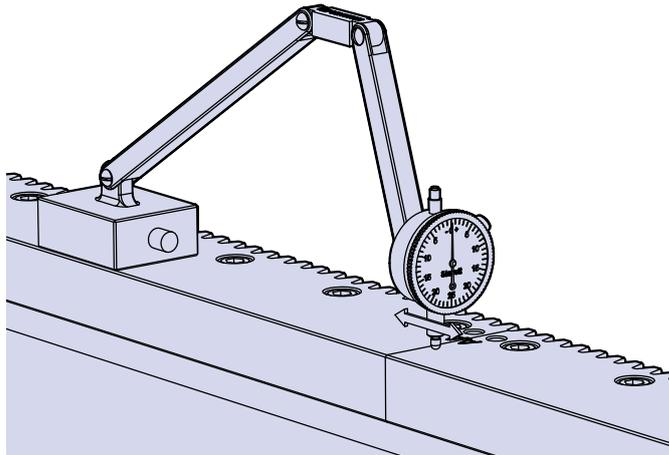

Abb. 4
10. Überprüfen Sie die Qualität der Übergänge mit einem geeigneten Messgerät, wie in Abb. 4 gezeigt. Bei richtiger Installation sollte zwischen den Laufflächen eine Höhendifferenz von nicht mehr als 20 µm auftreten.